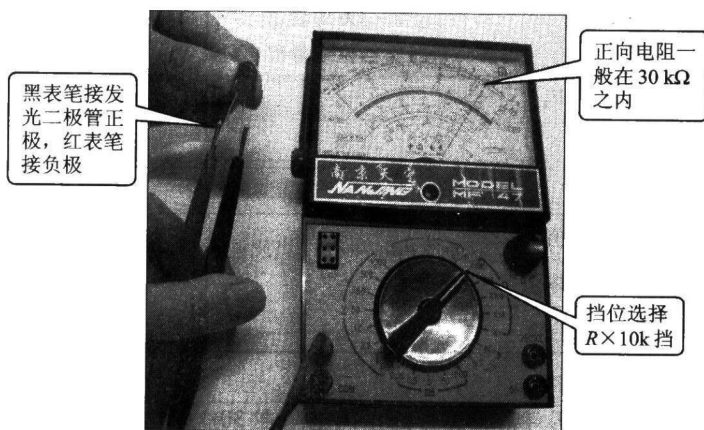

图 1-1-6 万用表测发光二极管正向电阻
(2) 测发光二极管正反向电阻
①测正向电阻 (见图 1-1-6)